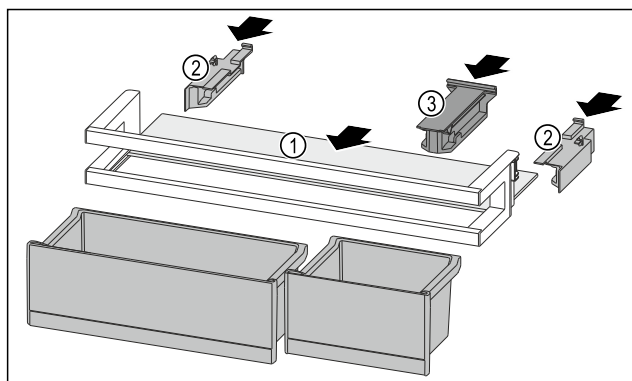

Fig. 251
- Odkládací plochu Fig. 251 (1) zasuňte do bočních vybrání.
- Boční díly Fig. 251 (2) vložte.
- Držák Fig. 251 (3) vložte.